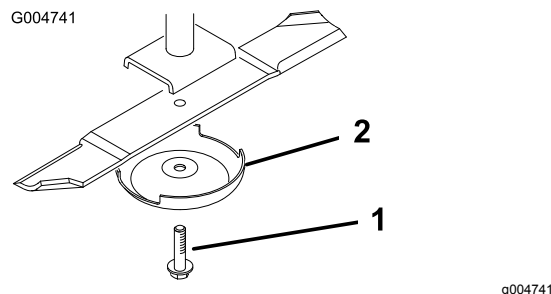

Bild 106
3. Entfernen Sie die Messerschraube, die Antiskalpierkuppe und das Messer von der Spindelwelle (Bild 106).